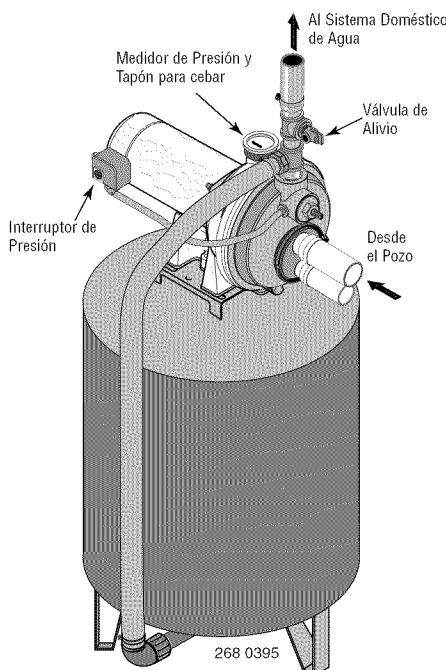

Figura 12: Conexiones del Tanque Pre-cargado
CONEXIÓN DE TANQUE DE PRECARGA (Figura 12)
- Instale una boquilla de cierre y una "T" en el orificio de descarga de la bomba (vea la Figura 12). La tubería debe ser al menos del mismo tamaño que el orificio de descarga. Instale una tubería o una manguera reforzada desde un brazo de la "T" al orificio en el tanque de pre-carga.